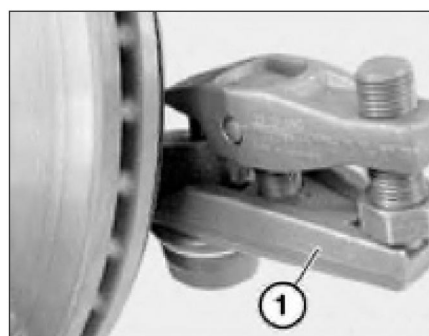

Рис. 10.22. Приспособление
- Отвернуть гайку (см. рис. 10.22) и выпрессовать поперечную рулевую тягу из поворотного кулака. Отвернуть гайку (см. рис. 10.28) и выпрессовать поперечный рычаг из поворотного кулака.